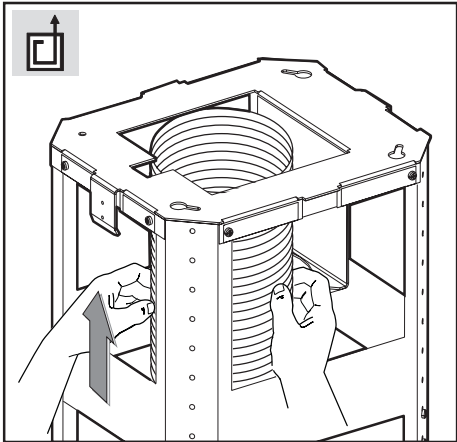

Fig.7
-**Version aspirante**: fixer le tuyau flexible au trou d'évacuation air disposé préalablement (fig. 7).